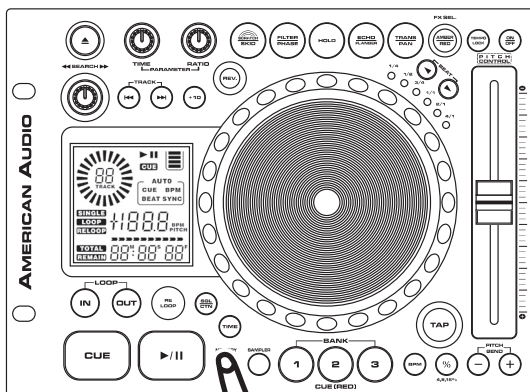
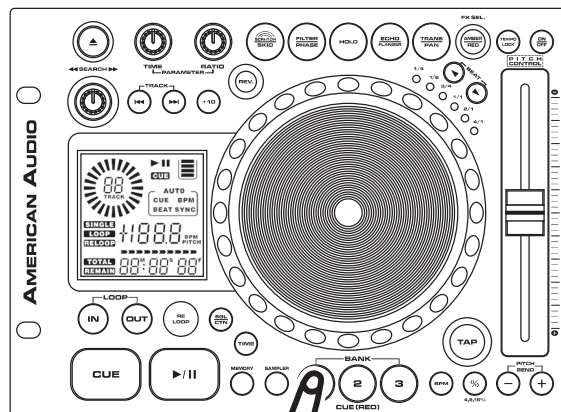

Figura 16
Figura 17
- 1) Cree un punto de referencia Cue siguiendo alguno de los dos métodos indicados más arriba, en la página 18. Pulse el BOTÓN MEMORY (31), como se indica en la Figura 16. La señal LED azul se iluminará para indicar que se acaba de activar la función para guardar en memoria. En este momento, se puede presionar alguno de los tres BOTONES BANK (29) para almacenar el punto de referencia en la memoria (Figura 17). A continuación titilará la señal LED que corresponda al BOTÓN BANK (29) presionado. Dicha señal azul en el BOTÓN BANK (29) se tornará roja y permanecerá iluminada a fin de indicar que una muestra o punto de referencia cue ha sido guardado en la memoria. La señal LED azul de la memoria entonces se apagará.